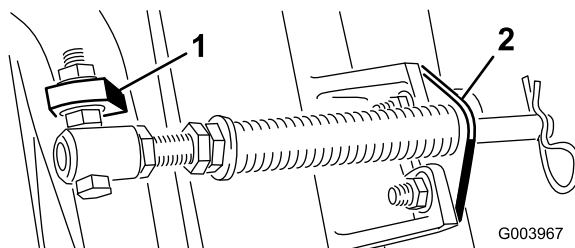
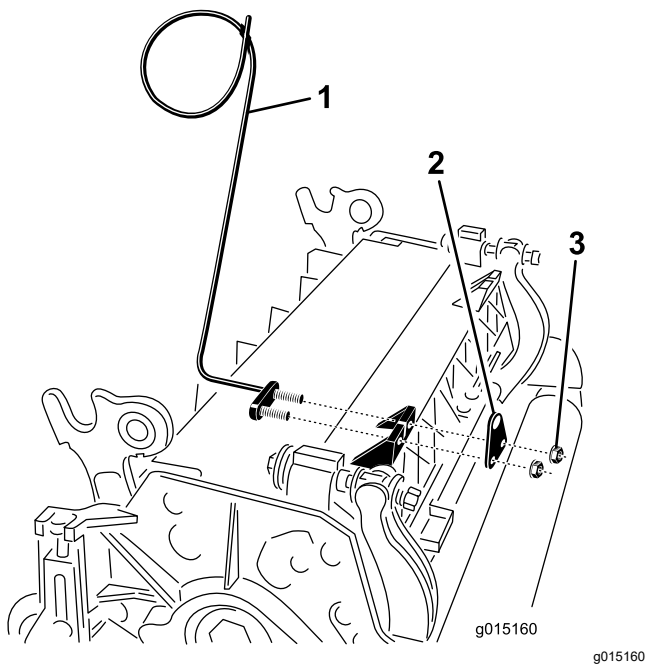

Figura 11
Figura 13
Nota: Posizionate la testa del bullone sul lato esterno dell'aletta, come illustrato nella Figura 11.
- E. Montate la staffa dell'asta sulle alette degli elementi di taglio usando i bulloni a testa tonda e i dadi (Figura 11). Nel rimontare la staffa dell'asta, sull'elemento di taglio montate la guida del flessibile di sinistra sulla parte anteriore delle alette degli elementi di taglio (Figura 13).